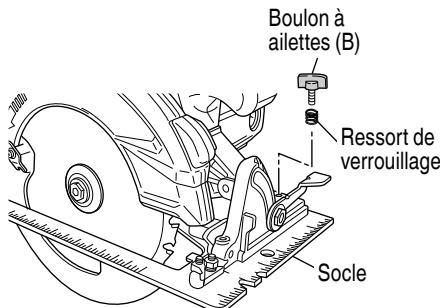

Fig. 10
3. Réglage du guide (garde de refente) (Fig. 10, 11)..... Accessoire en option